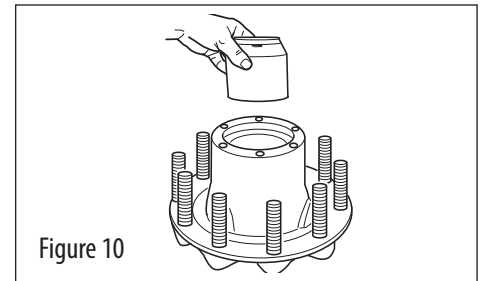

Figure 10
6. Retournez le moyeu et placez-le côté du joint vers le bas. Placez l'espaceur de roulement dans la cavité du moyeu en vous assurant que la petite extrémité, le cas échéant, fait face à l'extrémité externe du moyeu (voir figure 10).